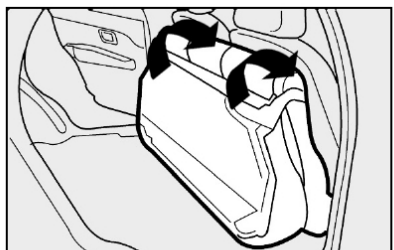

fig. 92
6) Em seguida, rebater o banco traseiro inteiro para a frente fig. 92 de maneira a obter uma única superfície de carga.